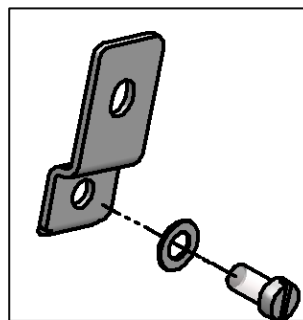

Рис. 5-2 Комплект для крепления на стене
- Электрооглушитель с помощью нашего комплекта для крепления на стене* (Рис. 5-2) подвесить на высоте минимум 1,6 м.